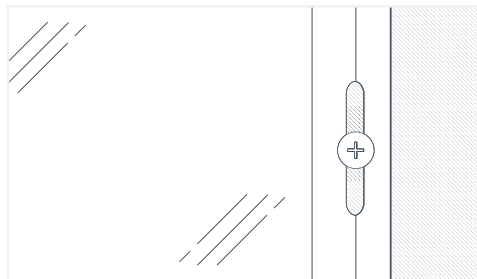

Fig. 5
- Fije siempre en el centro de las ranuras de la brida del tornillo; fijar en el extremo de las ranuras puede provocar que los paneles se doblen o deformen (Fig. 5 en la página siguiente)